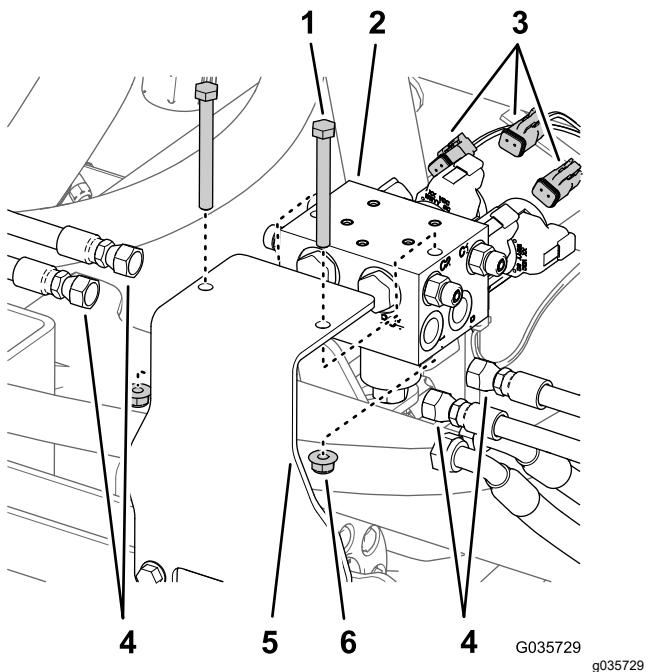

图 12
- 标记连接至提升油缸岐管C1、C2、C3 和 C4 端口的所有软管并将它们与油缸岐管断开图 12。
- 断开提升油缸岐管螺线圈的后线束接头图 12。
- 拆下 2 个螺栓和 2 个锁紧螺母将提升油缸岐管从安装支架上拆下图 12。